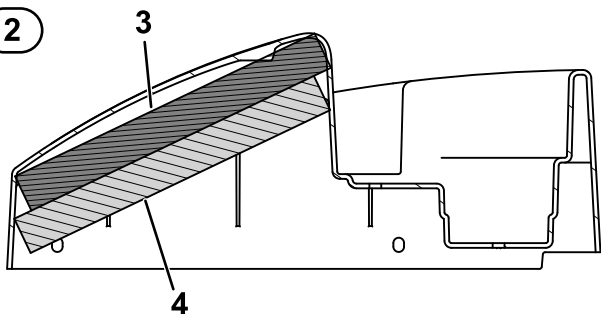

Bild 16
Bild 16 zeigt eine Draufsicht und einen Ausschnitt (Seitenansicht) des in der Bremsabdeckung eingebauten Schaumstoffs.
7. Bringen Sie den unteren Schaumstoff der Bremsabdeckung auf den oberen Schaumstoff der Bremsabdeckung an (**Bild 15** und **Bild 16**).